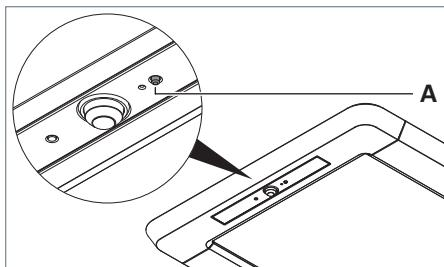
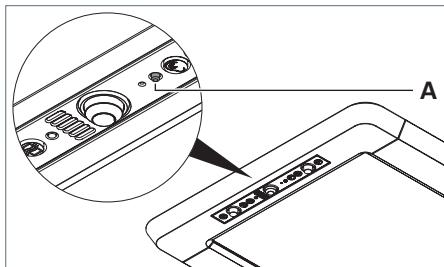

Fig. 33: Esecuzione del reset, versione R.
Fig. 34: Esecuzione del reset, versione RX.
- Premere il tasto **A**, mantenerlo premuto e ricollegare l'apparecchio all'alimentazione, vedere Fig. 33 e vedere Fig. 34.